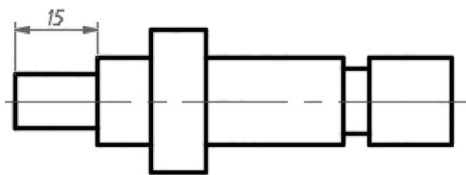

图 8-35 标注一个线性尺寸
- 2 单击“线性”按钮，在图形中依次选择端点 1 和端点 2 作为尺寸界线原点，接着指定尺寸线位置，创建图 8-35 所示的一个线性尺寸。